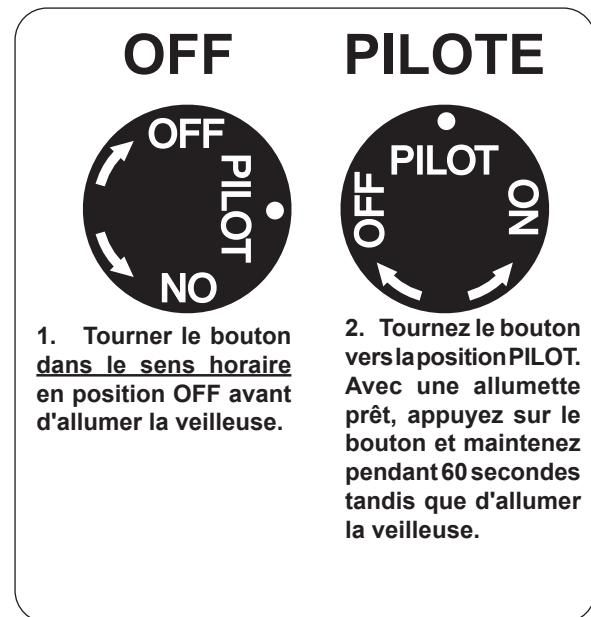

Fig. 22-1 Détail bouton de commande (OFF, PILOTE)
1. Localiser la vanne sur le côté de l'appareil. Appuyer sur le bouton légèrement de contrôle du gaz et tourner dans le sens horaire à **OFF** (Fig. 22-1).
2. Tournez le bouton de réglage dans le sens antihoraire pour **PILOTE** (Fig. 22-1). Appuyez sur le bouton de commande **fermement et pleinement** enfoncée. Mantenga partido largo chimenea o un encendedor cerca del termopar a encender el piloto. Continuez à tenir le bouton de commande pendant environ 60 secondes après que le pilote est allumé, puis relâchez le bouton. Le pilote reste allumé.